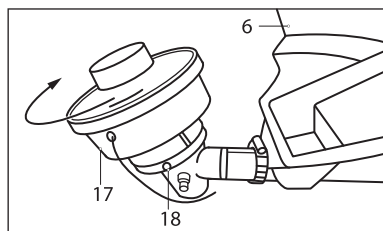

Рис. 6
Удерживая одной рукой катушку триммера (17, рис. 6), нажав на защелку (28), другой рукой поверните крышку (27) и разберите катушку. Извлеките шпульку (26) и удалите остатки старой лески (25).
Установите пружину (31) и пропустите концы лески (25) в отверстия на корпусе катушки (17, рис. 6). Установите шпульку (26) в корпус катушки (17, рис. 6).
Установите крышку (27) катушки, совместив отверстия на ней с пазами на корпусе катушки (17, рис. 6). Поворотом крышки (27) зафиксируйте катушку (17, рис. 6) в собранном состоянии.